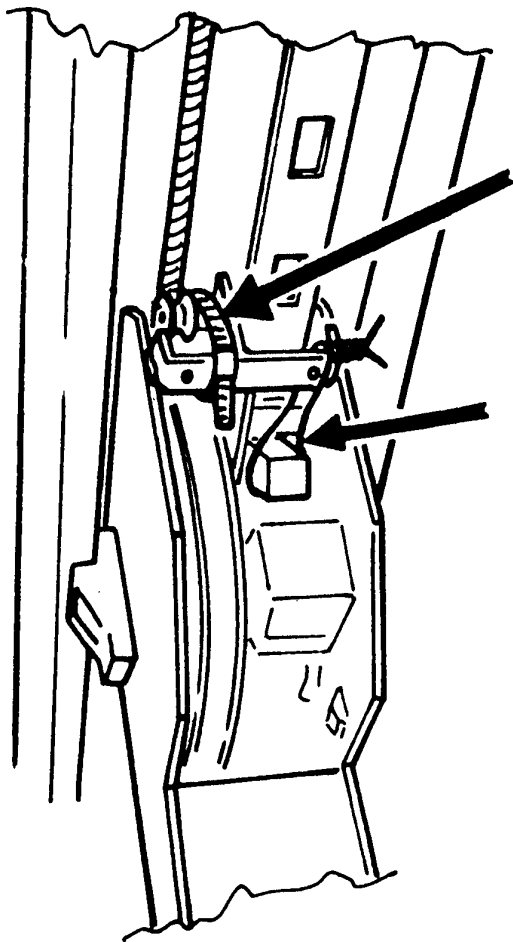

Fig. 23
- legare il paracadute e i martelletti in posizione di disimpegno (Fig.23);
- Tie down the safety locks and catches in the released position (Fig.23).
- Die Auffangvorrichtung und die Klinken in der gelösten Position (Abb. 23) festbinden;
- lier le parachute et les taquets en position de repos (Fig.23);
- Atar el paracaídas y las palancas giratorias en posición de desempeño (Fig.23);